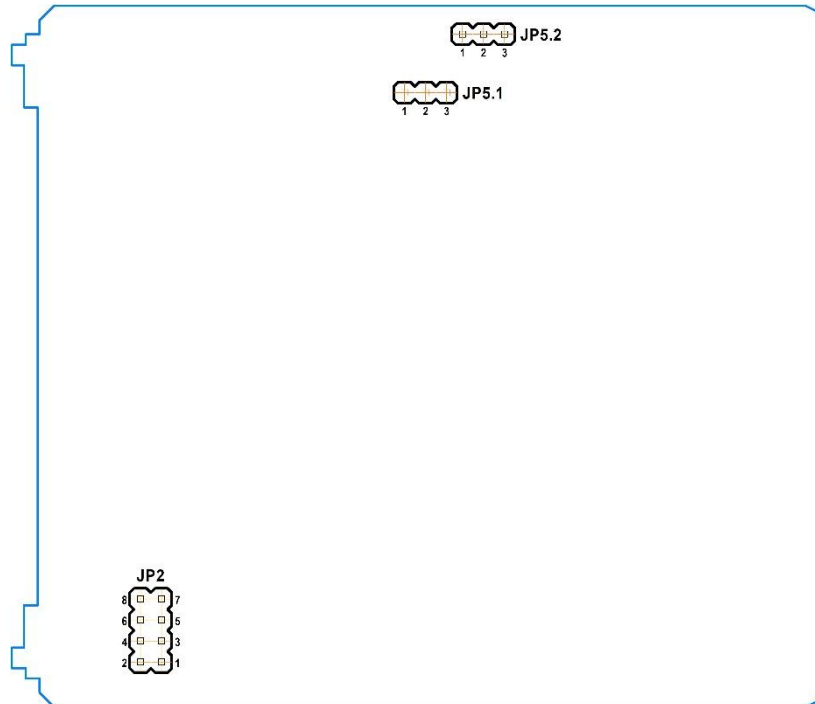

Рисунок 4.4 – Положення перемичок на платі входів
Надалі по тексту посібника з експлуатації йде посилання на параметр із таблиці параметрів регулятора у вигляді XX.YY (наприклад 11.01), де XX – номер РІВНЯ, а YY – номер параметра (див. рисунок 4.3 – номер рівня та рисунок 4.4 – номер параметра).
- положення переминок на платі процесора (встановленої всередині регулятора) – див. рисунок 4.4.
| Тип вхідного сигналу               | Параметр меню конфігурації | Положення переминок на КБЗ-24-17 | Положення переминок на платі універсальних входів (рис.4.4) |           |